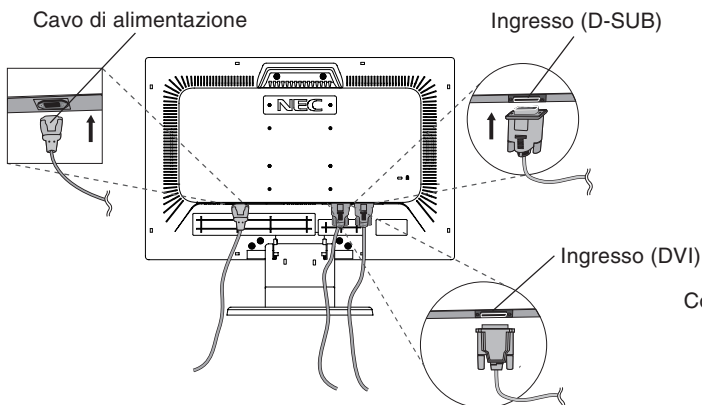

Figura B.1
3. Collegare tutti i cavi al connettore appropriato sul retro del monitor (**Figura B.1**). Collegare le cuffie (non incluse) al connettore appropriato sulla parte posteriore del monitor, se lo si desidera (**Figura B.1**).